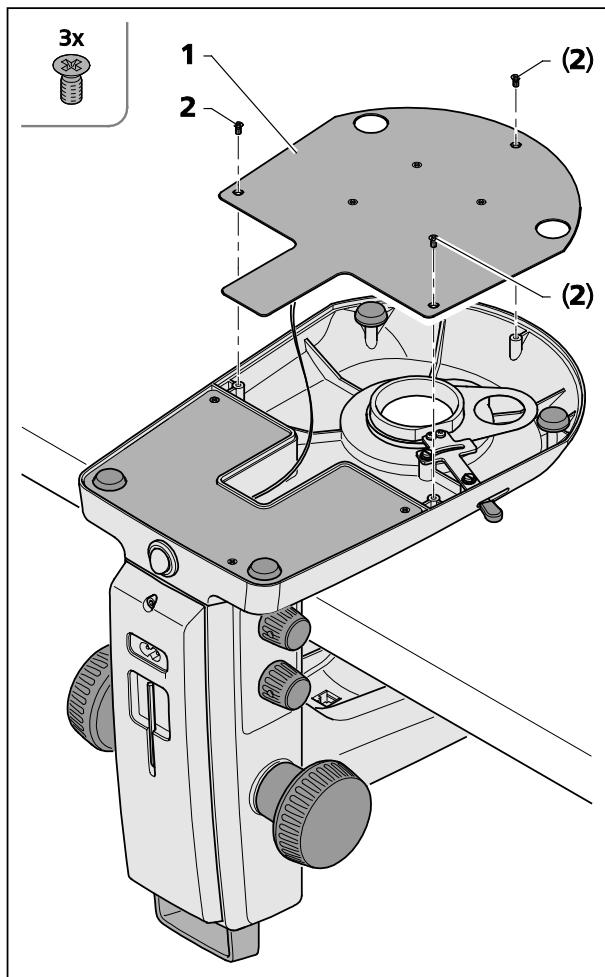

図 28 スタンド K EDU のスタンドカバープレートを開く
清掃する、あるいは誤って中に落ちた異物を取り除くために、スタンドカバープレート(図 28/1)を取り外すことができます。
- その際、3本のプラスねじ(図 28/2)を外し、スタンドカバープレート(図 28/1)を慎重に外して脇に置きます。
- ケーブルがスタンドカバープレート(図 28/1)から外れないように注意してください。